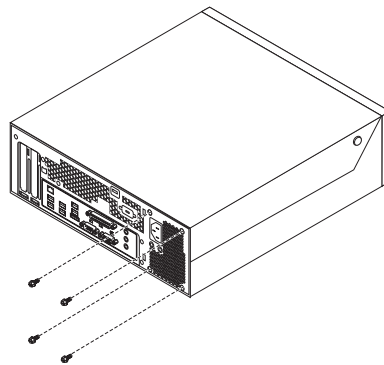

Figura 17. Tornillos de sujeción de la fuente de alimentación
1. Quite los cuatro tornillos que sujetan la fuente de alimentación a la parte posterior del chasis. Consulte la Figura 17.